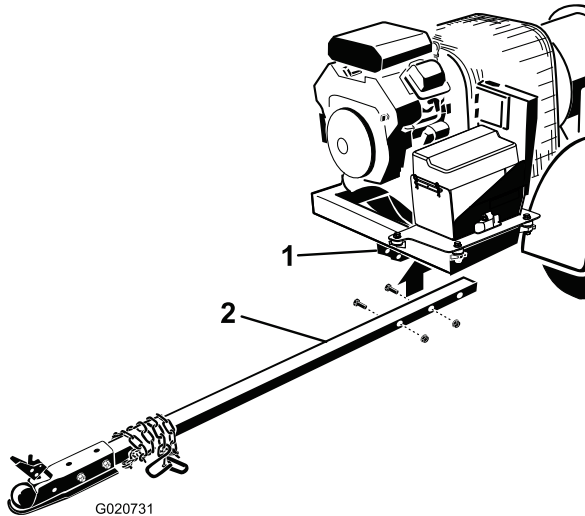

図 6
2. フレームブラケットにヒッチチューブに差し込む (図 6)。ボルト (3/8 x 3in) 2本とフランジナット (3/8in) を使用して、チューブをフレームに固定する。